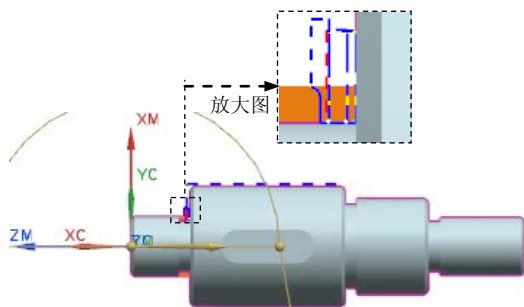

图 9.42 刀路轨迹
Step1. 单击“在外径开槽”对话框中的“生成”按钮, 生成刀路轨迹如图 9.42 所示。